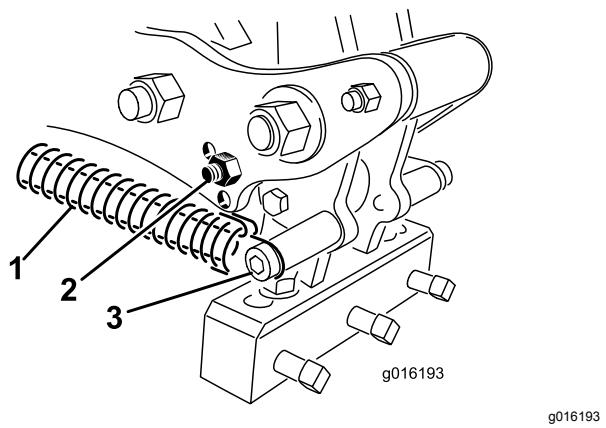

Figure 39
3. Décrochez le ressort de la tête d'aération (Figure 39).
4. Retirez le boulon d'amortisseur et l'amortisseur du bras d'attelage et replacez-les dans l'autre trou de réglage (Figure 39).